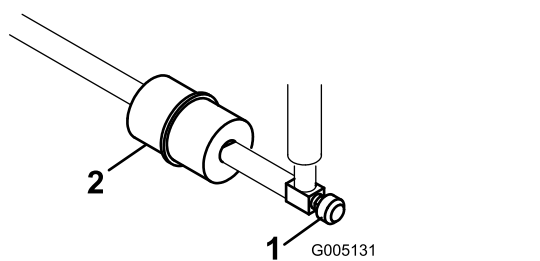

图41
管线式燃油滤清器位于油箱与化油器之间的燃油管内图41。
1. 关闭燃油切断阀图41。
2. 将放油盘放到滤清器下方拧松滤清器化油器侧的软管夹然后从滤清器中取出燃油管线图41。
3. 松开另一个软管夹然后取下滤清器图41。